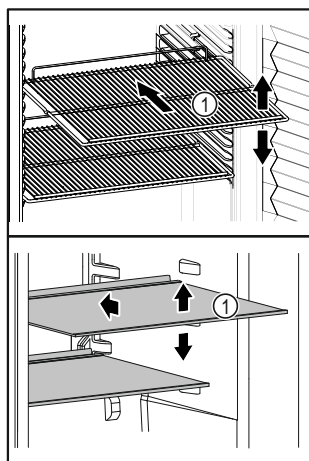

Fig. 59 Representación a modo de ejemplo
- ❑ Si los estantes Fig. 59 (1) se pueden mover, ajustarlos según la altura.